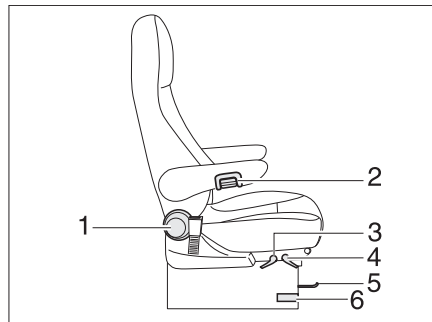

Fig. 91 Sedile del conducente e sedile del passeggero
- Premere o tirare la leva (Fig. 91, 6) per la rotazione del sedile. L'arresto del sedile si sblocca.